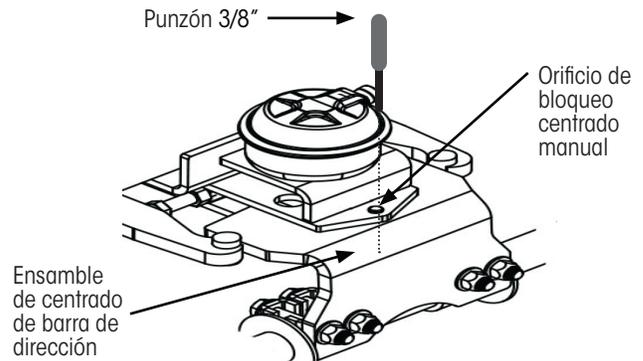

Figura 27: Bloqueo de ruedas en posición recta
3. **Centre las llantas e inserte** un punzón de 3/8 pulg. (o equivalente) en los orificios de bloqueo de centrado manual, como se muestra en la Figura 27.
- Retire** el perno localizador del orificio de bloqueo centrado (Figura 27 en página 21).